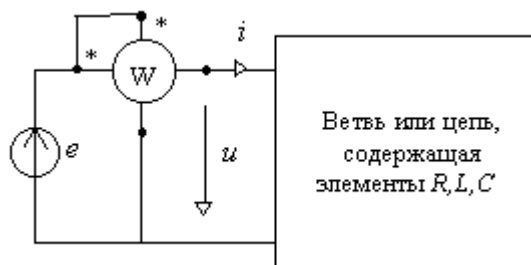

Рис. 4.5
5. Измерение мощности ваттметром рассмотрим подробнее. Напряжение и ток ветви или цепи (рис. 4.5)
Ваттметр (рис. 4.5) имеет две обмотки – напряжения и тока, начала обмоток помечены звездочкой. В зависимости от порядка включения обмоток, стрелка прибора может отклоняться в ту или иную сторону. Если начала обмоток соединены и расположены со стороны источника, то отклонение стрелки вправо свидетельствует о потреблении пассивным двухполюсником энергии источника. Если на схеме рис. 4.5 полагать, что ветвь или цепь содержат источники энергии, то отклонение стрелки ваттметра влево имело бы место лишь в том случае, когда источник  $e(t)$  не отдает, а потребляет энергию.